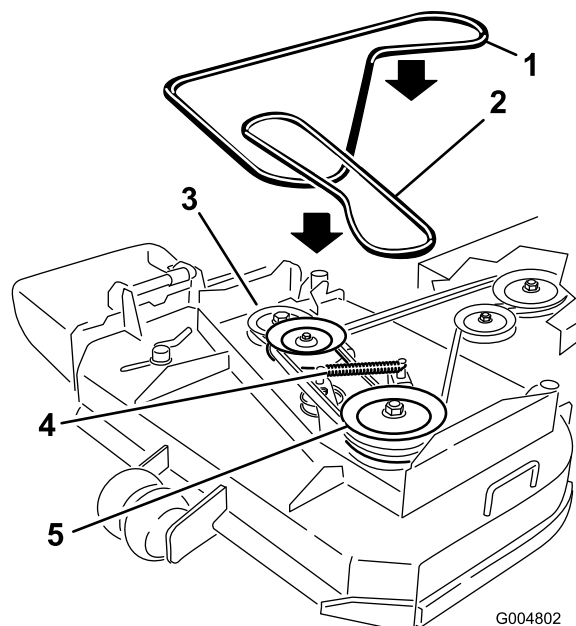

Figura 39
6. Scollegate la molla del braccio di rinvio per rilasciare la tensione sul braccio di rinvio e sulla puleggia tendicinghia, quindi togliete la cinghia del tosaerba consumata (Figura 39).
7. Montate la nuova cinghia del tosaerba attorno alle due pulegge del mandrino esterne, alla puleggia tendicinghia, e nella scanalatura inferiore della puleggia del mandrino doppia (Figura 39).
8. Collegate la molla del braccio di rinvio (Figura 39).
10. Regolate la guida della cinghia a 3 mm dalla cinghia (Figura 39).